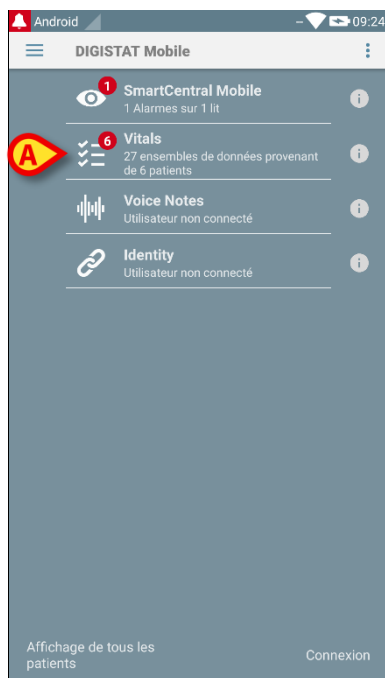

Fig 41
- Taper sur la rangée correspondante sur l'écran du dispositif portable (Fig 41).